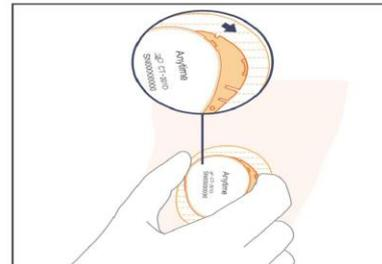

Рисунок 14 – Установка
- Подсоедините трансмиттер к сенсору (рисунок 14). Сначала совместите гнездо трансмиттера с блоком сенсора.